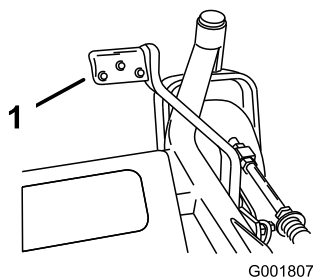

Bild 27
2. Drücken Sie den gefederten Hebel und ziehen Sie den Schnitthöhenhebel nach oben (Bild 27).